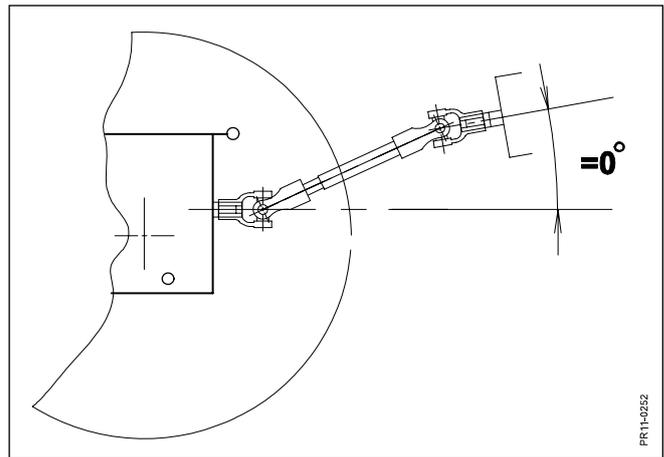

Fig. 2-4
- Fig. 2-4 e) La sortie prise de force du tracteur et l'entrée sur la machine doivent être parallèles, c'est à dire avec un angle le plus près possible de  $0^{\circ}$ .